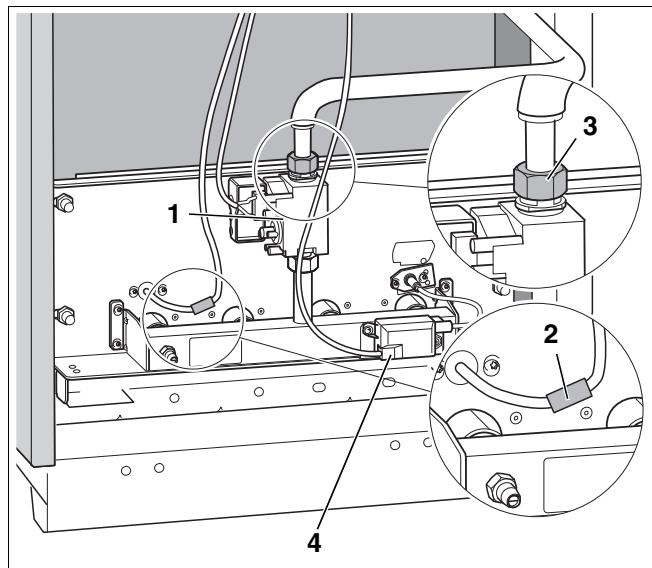

Рис. 37 Демонтаж горелки
- Отсоединить горелку от газовой арматуры в месте резьбового соединения (рис. 37, **поз. 3**).
- Снять контактный предохранитель (рис. 37, **поз. 2**) на контрольном кабеле и разъединить штекерное соединение.
- Вынуть штекер запального трансформатора (рис. 37, **поз. 4**).